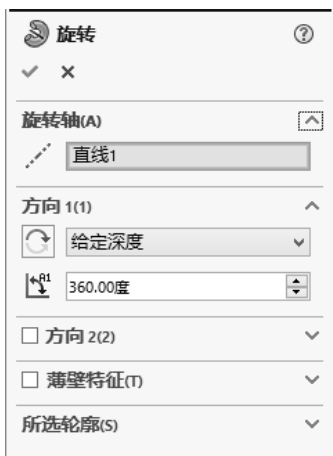
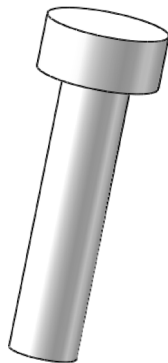

图 12-8 “旋转”属性管理器
图 12-9 旋转后的图形
**03** 旋转实体。单击“特征”控制面板中的“旋转凸台/基体”按钮, 此时系统弹出图 12-8 所示的“旋转”属性管理器。选择上步绘制的水平中心线为旋转轴, 设置终止条件为“给定深度”, 输入旋转角度为 360.00 度, 然后单击属性管理器中的“确定”按钮, 结果如图 12-9 所示。